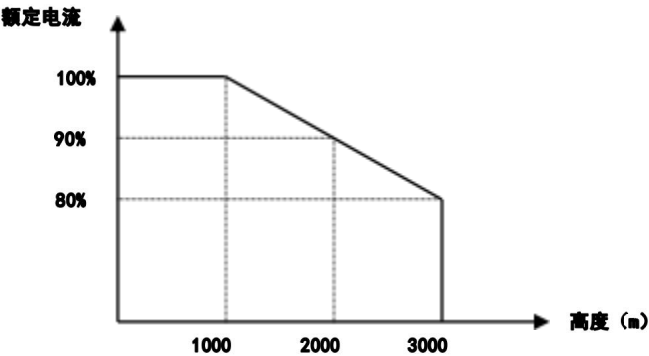

图 1-1 变频器额定电流与海拔高度降额曲线图
- ◇在海拔高度超过 1000 米的地区， 由于空气稀薄造成变频器的散热效果变差， 有必要降额使用。图 1-1 所示为变频器的额定电流与海拔高度的关系曲线。